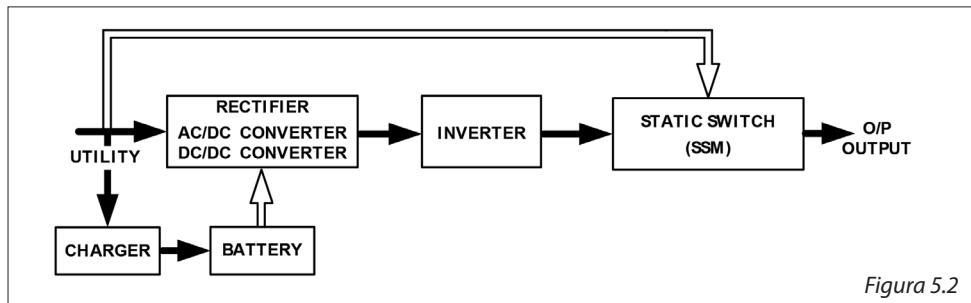

Figura 5.2
2. Cuando la red vuelve a la normalidad, el SAI se enciende en modalidad CA/CC, apaga el convertidor CC/CC y activa el cargador de baterías en modalidad de recarga. El SAI vuelve al estado que se representa en la figura 5.2.
4. El SAI rearropa automáticamente inmediatamente cuando la red esté nuevamente disponible, como se indica en la figura 5.2.